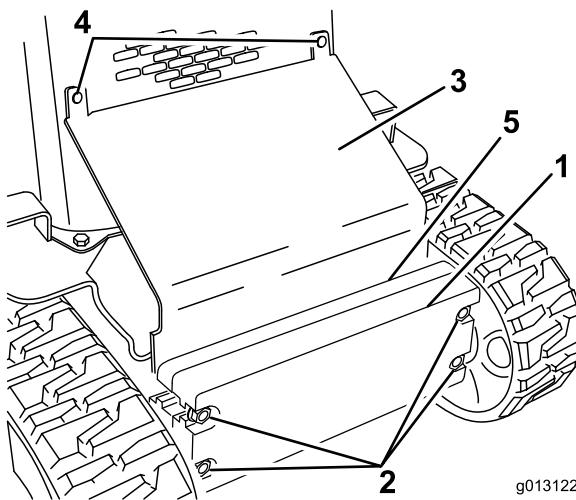

Figura 29
- Rimuovete i bulloni a testa tonda e i dadi che fissano la piastra inclinata (Figura 29).
- Allentate i bulloni di fissaggio dei pesi (Figura 29).
10. Fate scorrere la piastra inclinata tra il telaio e i pesi e fissatela alla griglia anteriore con i bulloni a testa tonda e i dadi precedentemente rimossi (Figura 29).
11. Serrate i bulloni di fissaggio dei pesi anteriori (Figura 29).